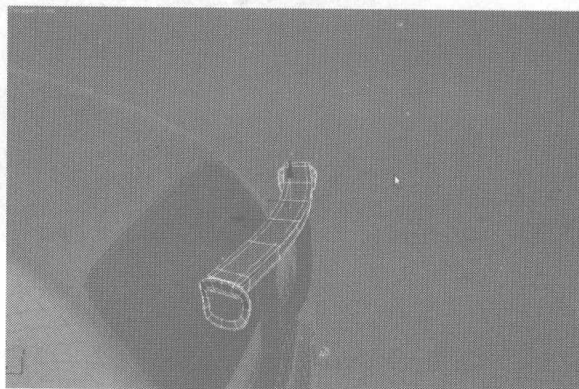

图 7.222
- 35** 选择该物体，按住 Shift 键，将物体移动，在弹出的快捷菜单中设置参数，单击 **OK** 按钮，复制出一个物体，然后调整到对称的位置，如图 7.222 所示。然后单击 **Attach** 按钮，将三个物体进行合并。